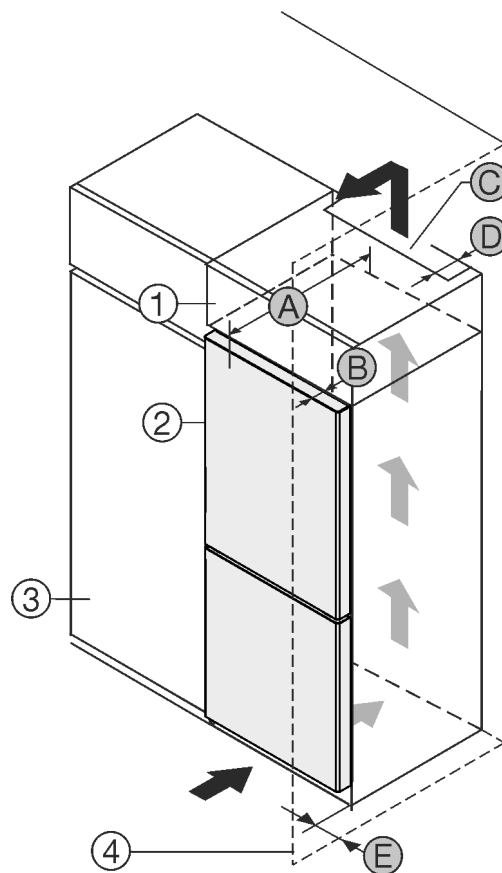

Fig. 1
Вы можете установить устройство непосредственно рядом с кухонным шкафом Fig. 1 (3).
На задней стенке дополнительного шкафчика должен быть вентиляционный канал с глубиной Fig. 1 (D) по всей ширине этого шкафа.
Нужно соблюдать вентиляционное отверстие Fig. 1 (C) под нижней панелью.
Если устройство устанавливается на шарнирах у стены *Fig. 1 (4)*, то расстояние между устройством и стеной должно быть не менее 13 мм.
Если устройство устанавливается на шарнирах у стены *Fig. 1 (4)*, то расстояние между устройством и стеной должно быть не менее 20 мм.
Чтобы можно было полностью открыть дверь, устройство должно выступать на глубину двери *Fig. 1 (B)* относительно передней стенки кухонного шкафа. В зависимости от глубины кухонных шкафов *Fig. 1 (3)* и использования пристенных распорок устройство может выступать и больше.